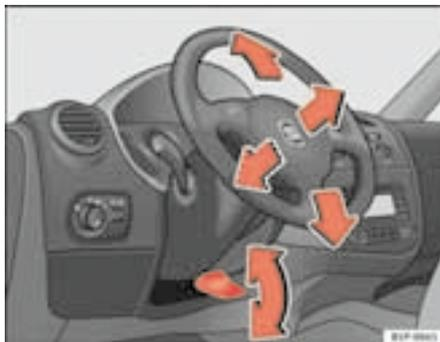

Fig. 110 Ajuste de la posición del volante
- Tire hacia abajo de la palanca ⇒ fig. 110 situada debajo de la columna de dirección ⇒ ⚠.